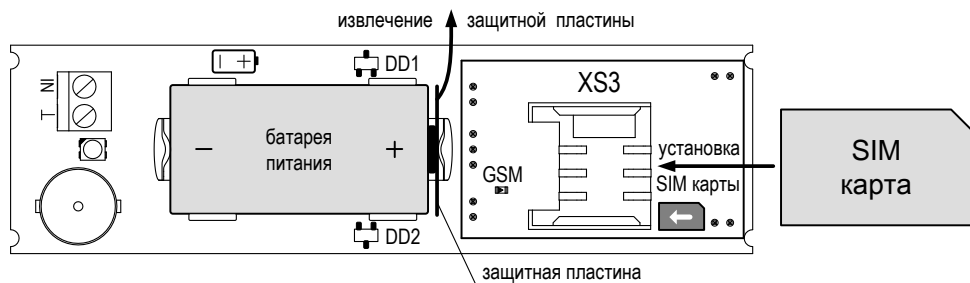

Рис.7 Установка SIM карты, извлечение защитной пластины
2. Убедитесь, что SIM карта установлена в соответствии с рис.7, либо установите SIM карту (если не установлена) – см. рис.7.
3. Включите питание сигнализатора – извлеките защитную пластину из контактов батареи питания (см. рис.7) или установите батарею питания, соблюдая полярность (если она была извлечена).